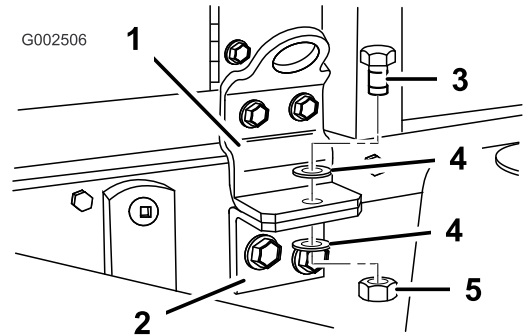

Bild 44
3. Entfernen Sie die Sicherungsschrauben vorne am Gestell (Bild 44).